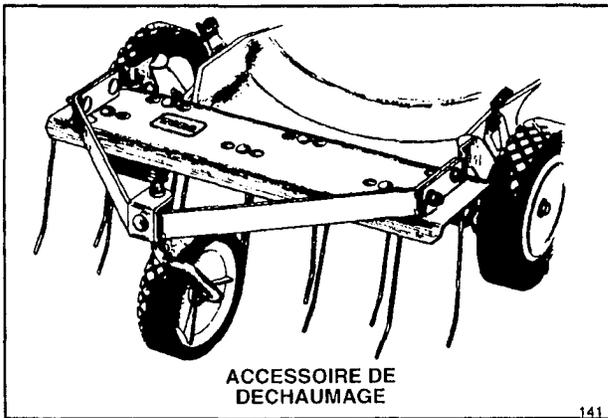

Figure 24
1. **Déchaumeur (modèle 59131)** – S'installe en quelques minutes à l'avant de la tondeuse afin de faciliter les manoeuvres. Des fourches à ressort désagrègent le chaume afin de permettre une bonne aspiration dans le sac à herbe (fig. 24) et donc un enlèvement pratique.